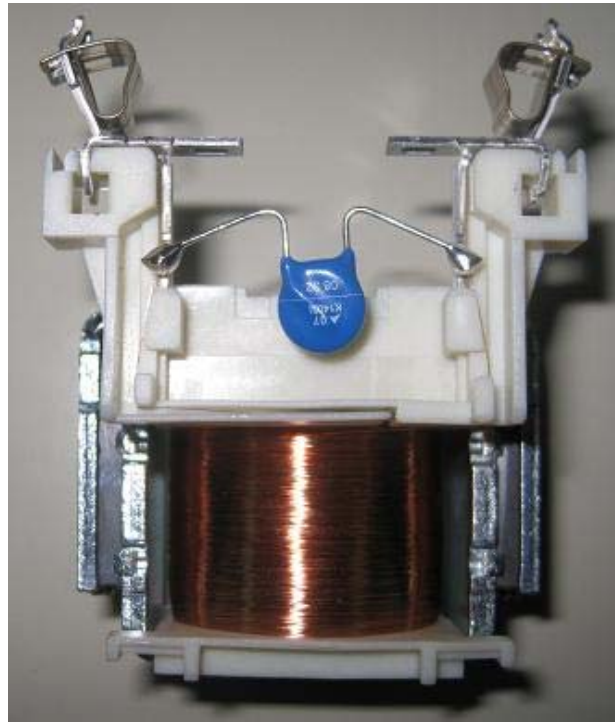

图 22
1. 无外部串联电阻, 线圈电压范围 0.7-1.25Us, 线圈两端并联有抑制浪涌的压敏电阻 (见图 22) 作为内置的浪涌抑制器, 除了抑制过电压, 更多的是避免了其对其他电子设备的干扰。